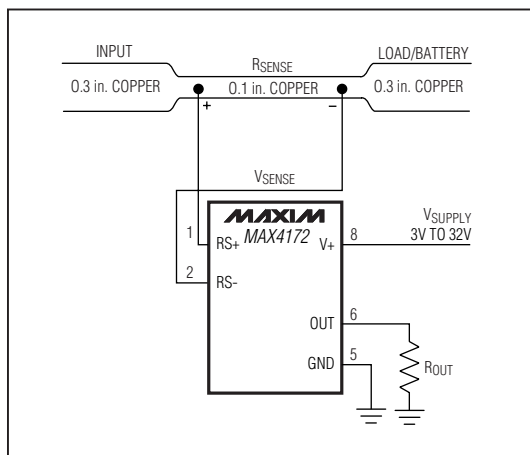

図2. PCボードを使う場合のMAX4172の接続
- コスト： R_{SENSE} のコストが問題になる場合は、図2に示す別法が使えます。この解決法ではPCボードのトレースを使用して検出抵抗を形成します。銅抵抗は不正確であることから、フルスケール電流値はポテンショメータで調節する必要があります。また、銅抵抗の温度係数はかなり大きくなっています(約0.4%/)。
図2では、測定する負荷電流は10Aで、0.3インチ(0.76cm)幅の2オンス銅を使用すると仮定しています。幅0.1インチ(0.25cm)の2オンス(70ミクロン厚)銅の抵抗率は、30m /フィートです。10Aの場合、フルスケールでの電圧降下50mVを得るために $R_{SENSE} = 5m$ が必要です。この抵抗は、0.1インチ幅の銅トレース約2インチ(5cm)を必要とします。